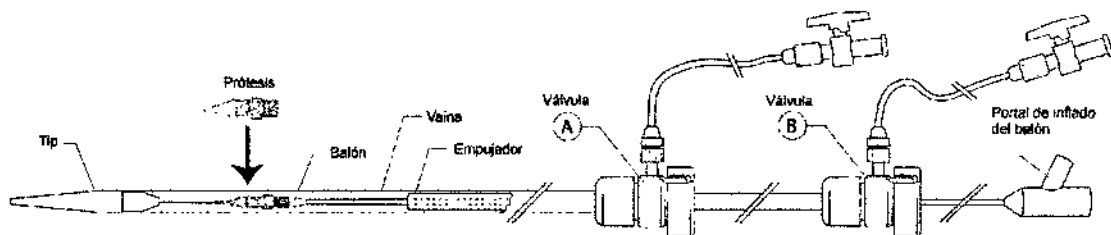

FIGURA -2-
La prótesis montada sobre el balón y plegada está dispuesta dentro de una VAINA introductora que en su extremo distal lleva una VALVULA HEMOSTATICA A. Por dentro de esa válvula un tubo plástico con VALVULA HEMOSTATICA B, (EMPUJADOR), empuja la prótesis fuera de la vaina. Las válvula hemostáticas (A y B) tienen accesos laterales o portales que permiten purgar los tubos (vaina y empujador) hasta quitar completamente el aire de su interior (ver FIGURA -2-).
8. Abra la llave a rosca de la válvula hemostática A que libera el empujador (ver FIGURA -2-).
9. Sostenga en posición el empujador con una mano y con la otra mano deslice hacia atrás la vaina del introductor hasta que la válvula A del introductor haga tope con la válvula B (ver FIGURA -2-) para liberar completamente la prótesis.
12. Para liberar completamente el extremo distal de la prótesis que permanece dentro del empujador, abra parcialmente la llave B de FIGURA -2- y sosteniendo el balón en posición deslice el empujador 2 cm hacia atrás. Continúe el inflado del balón para completar la expansión del stent.
14. A través del portal de la válvula B de FIGURA -2- realice una arteriografía para verificar la oclusión de la arteria.